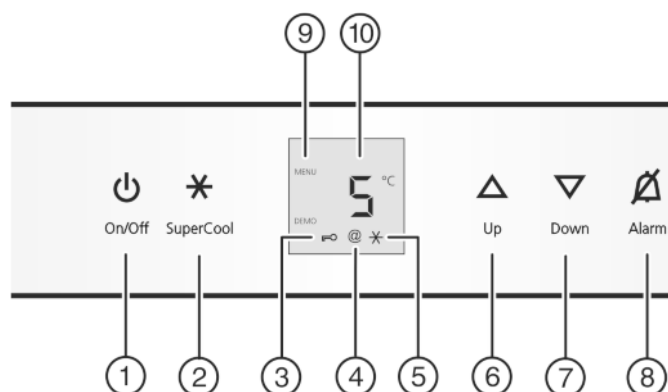

Fig. 2
- ▶ Stiskněte tlačítko On/Off Fig. 2 (1).
- Symbol schránky SmartDevice Fig. 2 (4) je zobrazen a bliká -> SDB není připojen.
- Symbol schránky SmartDevice Fig. 2 (4) je zobrazen a neblíká -> SDB je připojen.
- Symbol schránky SmartDevice Fig. 2 (4) není zobrazen -> SDB není aktivní, nebyl správně zasunut nebo nebyl správně nainstalován konektor SDB.
- ▶ Zapnutí režimu nastavení: Stiskněte Tlačítko SuperCool Fig. 2 (2) asi na 5 sekund.
- ▷ Symbol Menu Fig. 2 (9) svítí.
- ▶ Pomocí seřizovacího tlačítka Up Fig. 2 (6) a seřizovacího tlačítka Down Fig. 2 (7) zvolte **a**.
- ▶ Pro potvrzení krátce stiskněte tlačítko SuperCool Fig. 2 (2).
- ▶ Pomocí seřizovacího tlačítka Up Fig. 2 (6) a seřizovacího tlačítka Down Fig. 2 (7) zvolte **aa**.
- ▶ Pomocí seřizovacího tlačítka Up Fig. 2 (6) a seřizovacího tlačítka Down Fig. 2 (7) zvolte **a1**.
- ▶ Pomocí seřizovacího tlačítka Up Fig. 2 (6) a seřizovacího tlačítka Down Fig. 2 (7) zvolte **ah**.
- ▶ Pomocí seřizovacího tlačítka Up Fig. 2 (6) a seřizovacího tlačítka Down Fig. 2 (7) zvolte **al**.
- ▶ Ukončení režimu nastavení: Stiskněte tlačítko On/Off Fig. 2 (1).
▶ Zapnutí režimu nastavení: Stiskněte Tlačítko SuperCool Fig. 2 (2) asi na 5 sekund.
▶ Pro zapnutí dětské pojistky krátce stiskněte tlačítko SuperCool Fig. 2 (2).
▶ Pro vypnutí dětské pojistky krátce stiskněte tlačítko SuperCool Fig. 2 (2).
▷ Symbol dětské pojistky Fig. 2 (3) svítí. Na displeji bliká **c**.
▷ Symbol dětské pojistky Fig. 2 (3) zhasne. Na displeji bliká **c**.
▶ Ukončení režimu nastavení: Stiskněte tlačítko On/Off Fig. 2 (1).